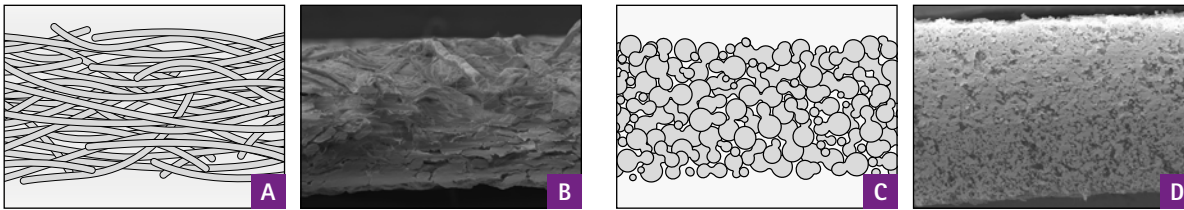

Abb. 3: Querschnitt des Papierfilters im Vergleich zum Dauerfilter.
Hier dargestellt sind der schematisch illustrierte Querschnitt (A) und der reelle Querschnitt des Papierfilters JK095 (B) unter dem REM. Abbildung 3 (C) zeigt den illustrierten Querschnitt und den reellen Querschnitt (D) des Dauerfilters. Die spezielle Struktur des Dauerfilters und die mehrlagigen ineinander überlappenden Cellulose-Fasern des Papierfilters verhindern ein Durchdringen des Filters durch Partikel und Keime mit Hilfe der nachfolgenden erklärten drei Effekte. (Die schematischen Illustrationen sind nicht maßstabsgetreu).